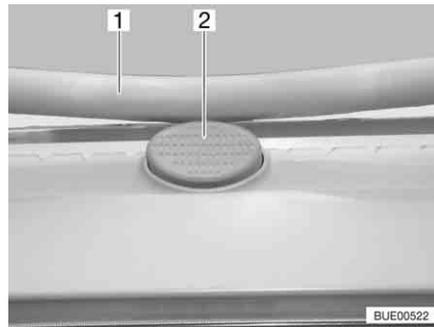

Bild 111 Sicherungsknopf an der Heki-Dachhaube
- Den Sicherungsknopf (Bild 111,2) drücken und den Bügel (Bild 111,1) mit beiden Händen nach unten ziehen.
- Den Bügel mit beiden Händen nach oben drücken, bis der Bügel oberhalb des Sicherungsknopfes (Bild 111,2) liegt.